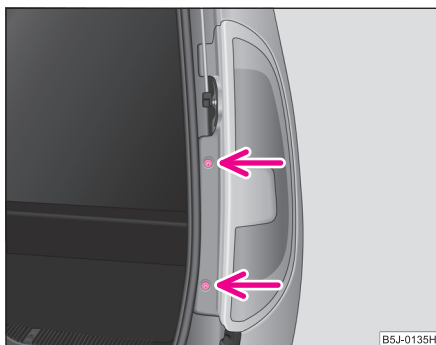

Fig. 190 Demontarea lămpii din spate
- Deșurubați lampa din spate ⇒ fig. 190.
- Înșurubați lampa din spate ⇒ pagina 259, fig. 190.